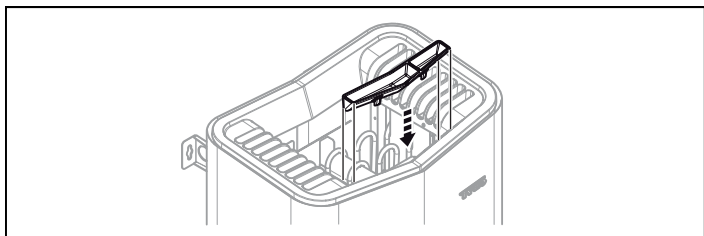

Fig. 11 : Montage du récipient à parfum/de l'humidificateur
10. Coupelle à herbes/humidificateur (voir la figure 11).